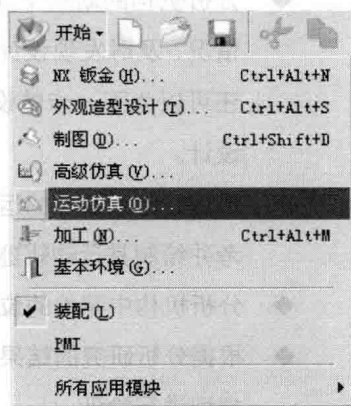

图 1.2.2 “开始”菜单
步骤 02 进入运动仿真模块。选择  **开始** 按钮，选择  **运动仿真 (M)** 命令，如图 1.2.2 所示，进入运动仿真模块。